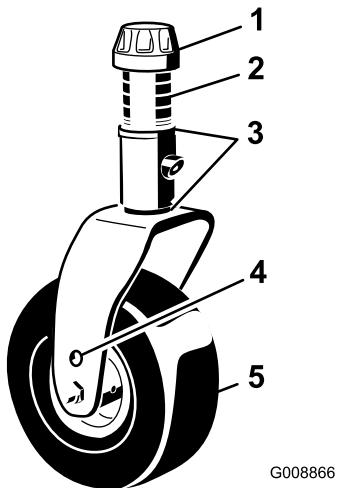

Bild 2
1. Nehmen Sie die Spannkappen von den Spindelwellen ab, und schieben Sie die Distanzstücke und Druckscheiben von der Wellen (Bild 2).
2. Schieben Sie die Distanzstücke auf die Laufradspindel, um die gewünschte Schnitthöhe zu erzielen, siehe Bild 7 und Bild 8 für die Kombination aus Distanzstücken für die Einstellung. Schieben Sie eine Druckscheibe auf die Spindel und drücken Sie das Laufrad durch den Laufradarm. Setzen Sie eine weitere Druckscheibe und die restlichen Distanzstücke auf die Spindel auf, und bringen Sie die Spannkappe an, um die Teile zu befestigen (Bild 2).